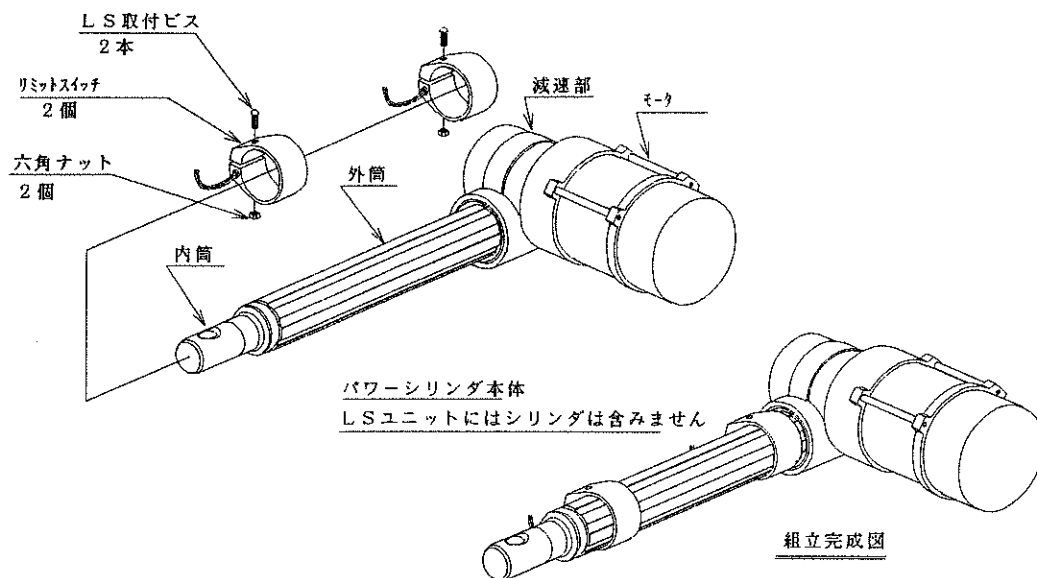

図 3
- (2) 送付品の内容の確認を行ってください。(図3 参照)
(3) LPSR用のユニットをシリンダ外筒外周の溝に合うように差し込んで下さい。(図3)
(4) 付属ネジでユニットを締め込み所定ストロークで動作するように固定します。